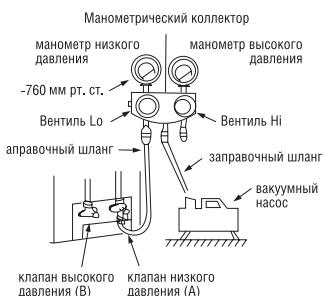

Рис.16
7.1. Снимите заглушки с запорных вентиляй А, В, С, Д. Подключите заправочный шланг манометрического коллектора к заправочному порту вентиля низкого давления на стороне газовой трубы (рис.16).